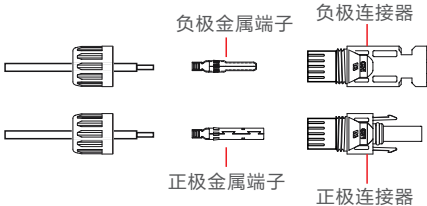

图3.26 拆卸连接器盖螺母
1. 剥去直流线缆约7毫米，拆下连接器盖螺母（如图3.26所示）。